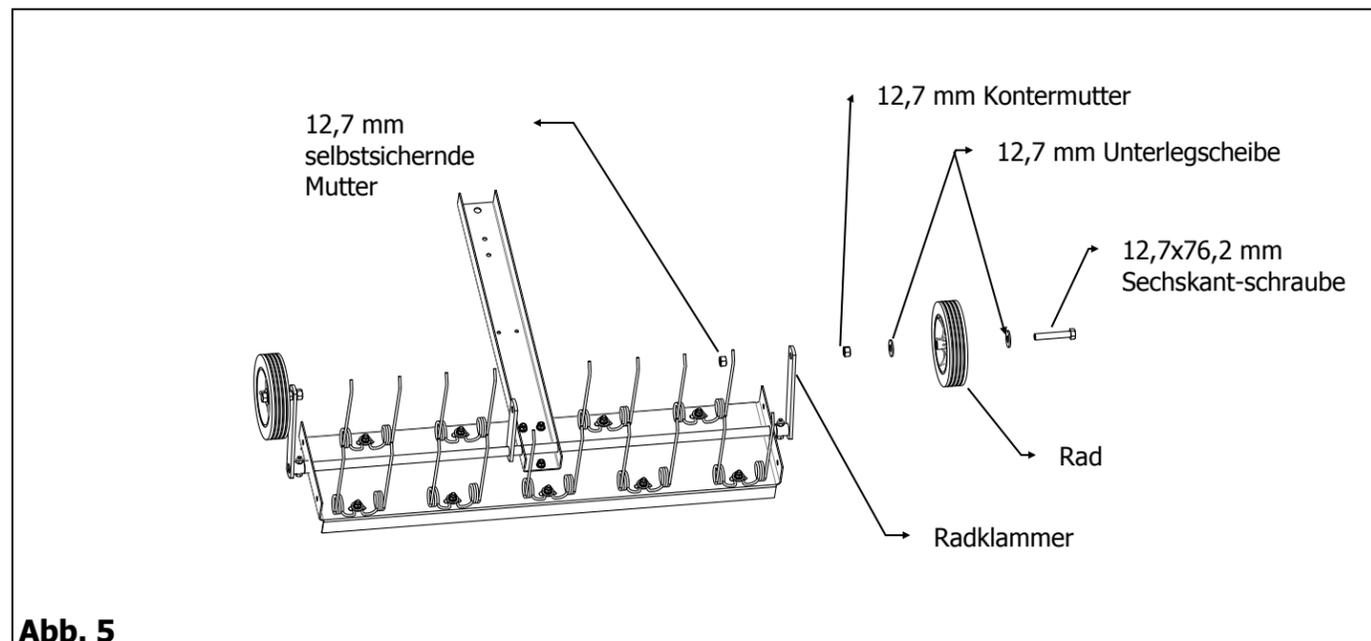

Abb. 5
5. Stecken Sie eine 12,7 mm Unterlegscheibe auf eine 12,7 x 76,2 mm Sechskantschraube, gefolgt von einem Rad und dann von einer weiteren 12,7 mm Unterlegscheibe und sichern Sie die Schraube mit einer 12,7 mm Kontermutter (die Schraube nicht zu fest anziehen, da sich das Rad sonst nicht dreht). Stecken Sie dieses Bauteil in das Loch in der Radklammer und sichern Sie es mit einer 12,7 mm selbstsichernden Mutter. Wiederholen Sie diesen Vorgang an der anderen Seite. Siehe Abbildung 5.